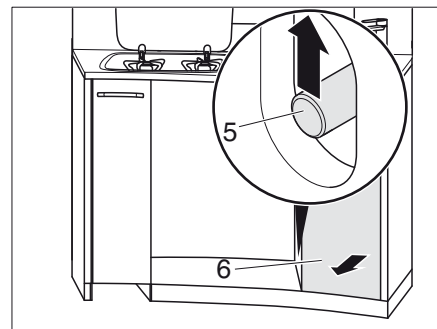

Bild 134 Låsa upp hög kökslåda
- Ta tag genom öppningen och skjut skjutstängen (Bild 134,5) uppåt.